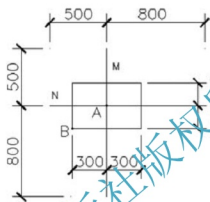

图 2.148 绘制矩形
- (1) 按图 2.148 所示尺寸绘制 M 和 N 线，确定 A 点位置。
- (2) 根据 A 点确定 B 点位置，并绘制  $600\text{mm} \times 400\text{mm}$  矩形。